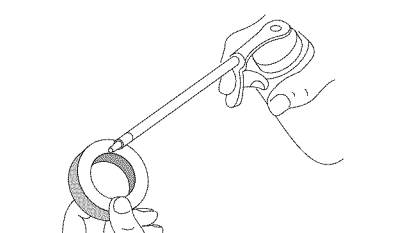

Fig. 15
4. Aplique suficiente aceite limpio SAE 30 para recubrir ligeramente el filtro (Fig. 15).